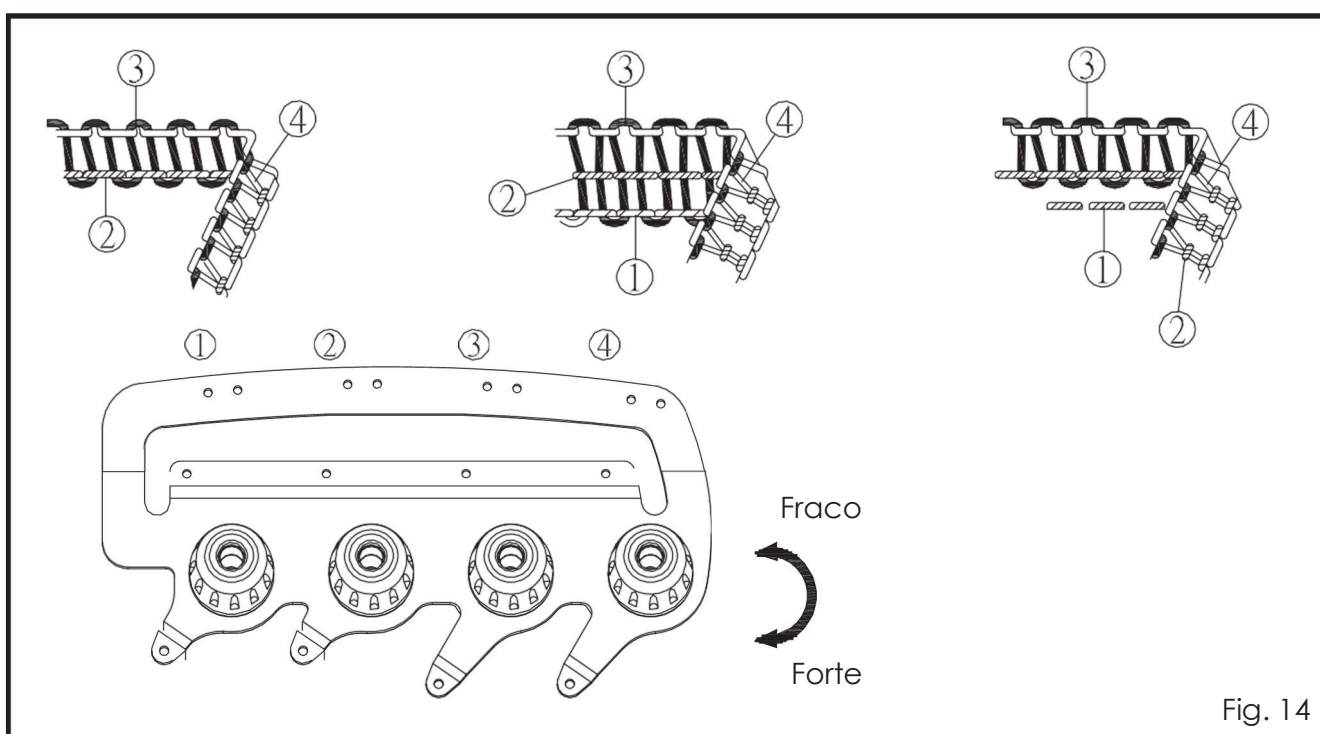

Fig. 14
1. As porcas de ajuste da tensão da linha (Fig.14)